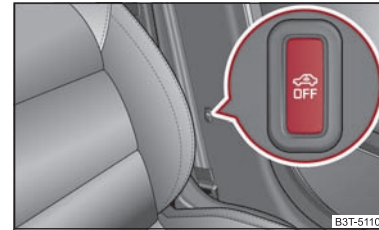

Fig. 39 Tastă pentru supravegherea interioară și protecția la remorcare
- Apăsăți tasta  de pe stâlpul central de pe partea șoferului ⇒ fig. 39, în tastă se modifică iluminarea simbolului  din roșu în portocaliu.